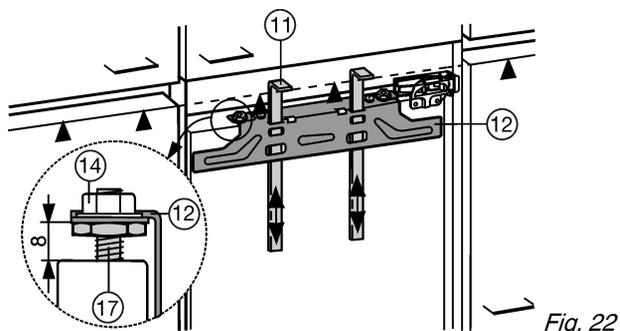
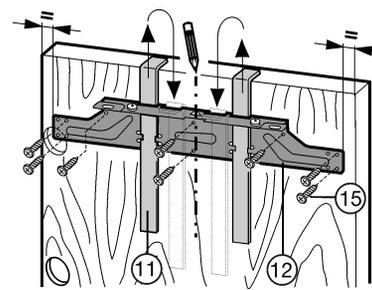

Fig. 22
Fig. 23
- ▶ Spingere gli attrezzi di montaggio Fig. 22 (11) verso l'alto all'altezza dell'anta del mobile. Bordo inferiore di battuta ▲ dell'attrezzo di montaggio = Bordo superiore dell'anta da montare.
- ▶ Allentare la traversa di fissaggio Fig. 23 (12) svitando i controdadi Fig. 22 (14).
- ▶ Sospendere la traversa di fissaggio Fig. 23 (12) servendosi degli attrezzi di montaggio Fig. 23 (11) sul lato interno dell'anta del mobile.
- ▶ Centrare la traversa di fissaggio Fig. 23 (12): disegnare sull'anta del mobile una lineetta al centro dell'anta e farvi coincidere la punta della freccia della traversa.
- ▶ Fissare la traversa di fissaggio Fig. 23 (12) con almeno 6 viti.
- ▶ Fissare la traversa di fissaggio Fig. 23 (12) con 4 viti sul bordo.
- ▶ Estrarre gli attrezzi di montaggio Fig. 23 (11) verso l'alto e inserirli capovolti nelle aperture adiacenti.